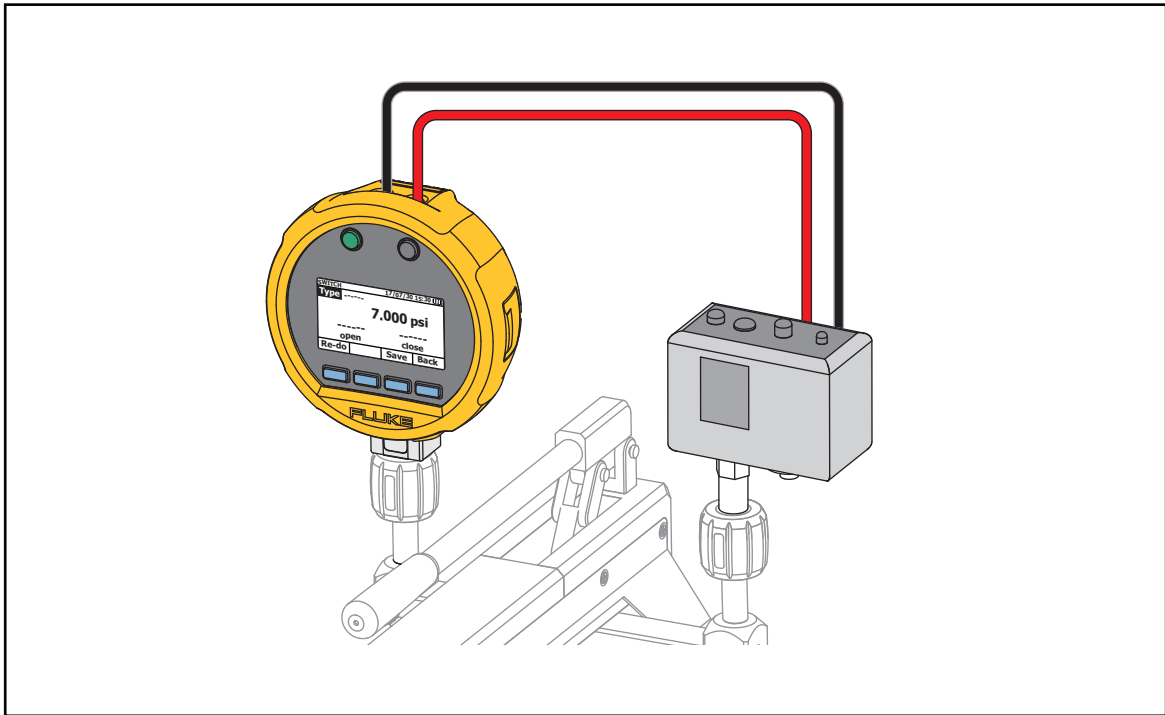

图 8. 开关连接
1. 连接本产品并将其调零。请参见 连接本产品并将其调零 和图 8。